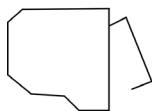

Рис. 1
1. Отвинтите и выньте монтажную пластину. (Рис. 1)